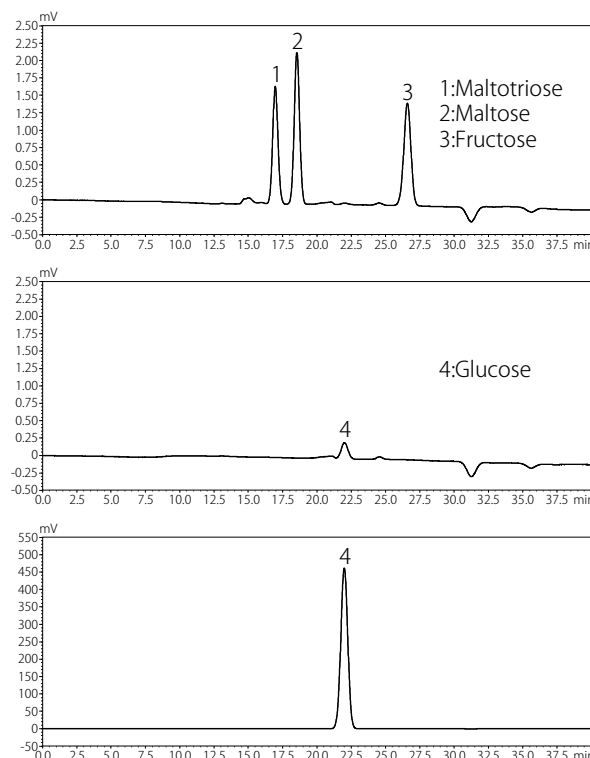

図 1 糖 4 成分のクロマトグラム
システム適合性試験用標準溶液のクロマトグラムを図 1 上段に、標準溶液 (2) のクロマトグラムを中段に、標準溶液のクロマトグラムを下段に示します。分析条件を表 2 に示します。この際、マルトトリオース、マルトース、ブドウ糖、果糖の順に溶出していることがわかります。